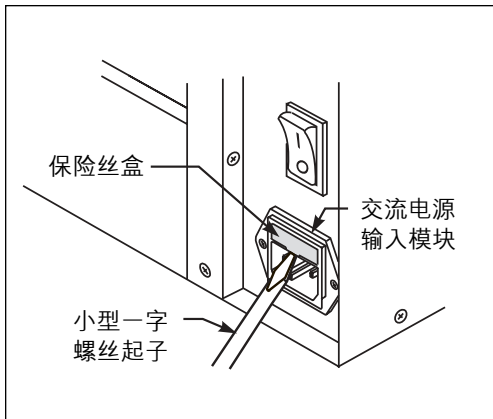

图3
1. 使用小型一字螺丝起子或类似工具从打印机后面的「交流电源输入模块」上拆下「保险丝盒」。参照图 3。